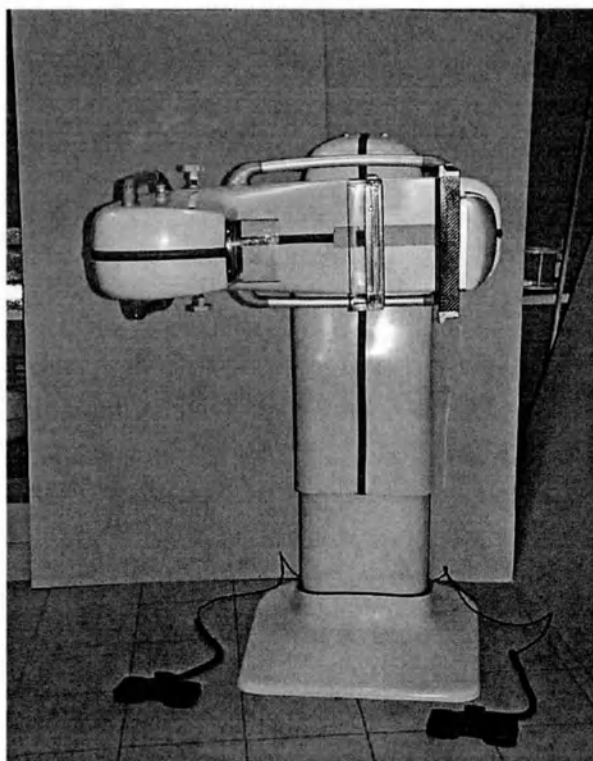
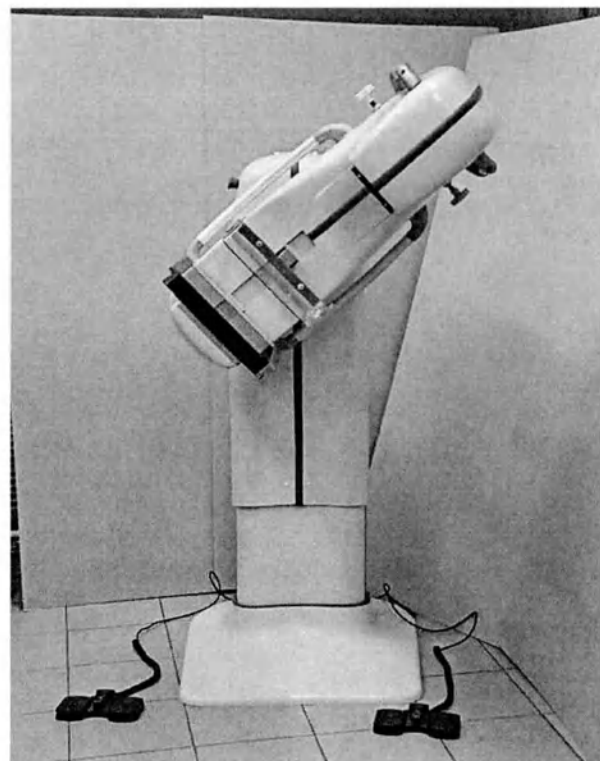

Рисунок 12 – Вид маммографа для съемки в медиолатеральной (medial-lateral) или латеромедиальной (lateral-medial) проекциях
Рисунок 13 – Вид маммографа для съемки в косой боковой (medial-lateral oblique) проекции
4.4. Конструкция маммографа позволяет проводить снимки МЖ в различных проекциях. На рис.12 и рис.13 показаны положения съемочного узла маммографа для съемки в медиолатеральной (medial-lateral - ml) или латеромедиальной (lateral-medial) проекциях и для съемки в боковой косой (medial-lateral oblique - mlo) проекции.